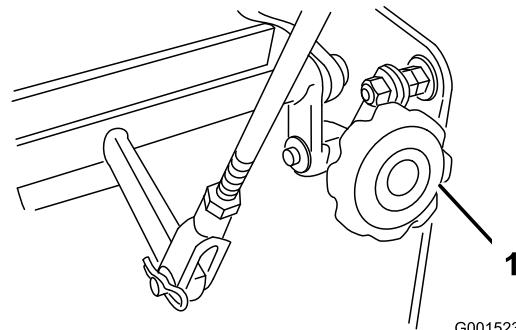

Figura 44
- Si la unidad se desvía hacia un lado, gire el mando de ajuste de la dirección. Gire el mando a la derecha para dirigir la máquina hacia la derecha, y a la izquierda para dirigir la máquina hacia la izquierda (Figura 44).